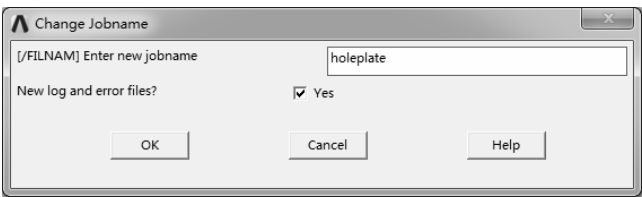

图 6-5 “Change Jobname”对话框
1) 选择“Utility Menu>File>Change Jobname”命令，弹出“Change Jobname”对话框，修改工程名称为“holeplate”，如图 6-5 所示。单击“OK”按钮完成修改。